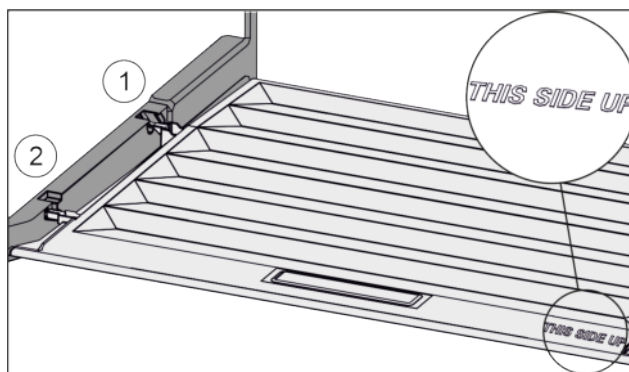

Fig. 142
- Deckelstege über Öffnung der hinteren Halterung Fig. 142 (1) einführen und vorne in Halterung Fig. 142 (2) einrasten.